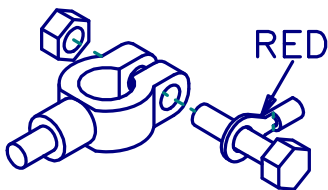

Figure 2. Raccordements aux bornes
- c. Attachez la borne rouge à la borne positive de la batterie tel qu'illustré à la figure 2.
- d. Attachez la borne noire au châssis du véhicule ou au bloc-moteur (emplacement préféré). Si vous n'identifiez aucun emplacement possible sur le châssis ou sur le bloc-moteur, le raccordement peut se faire directement à la batterie comme le montre la figure 2.